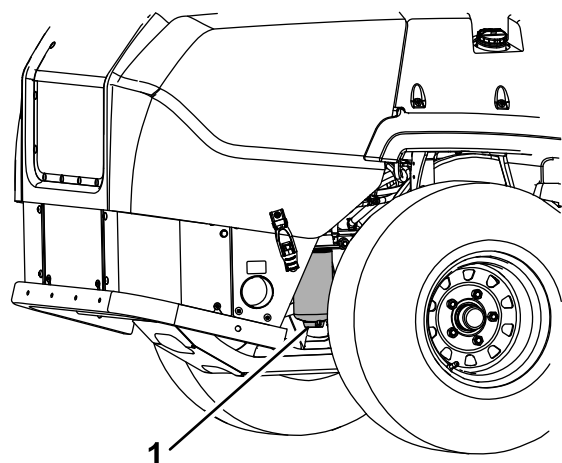

Figura 46
4. Abra el tapón de vaciado del separador de agua aproximadamente una vuelta para que se vacíen el agua y otros contaminantes (Figura 46).